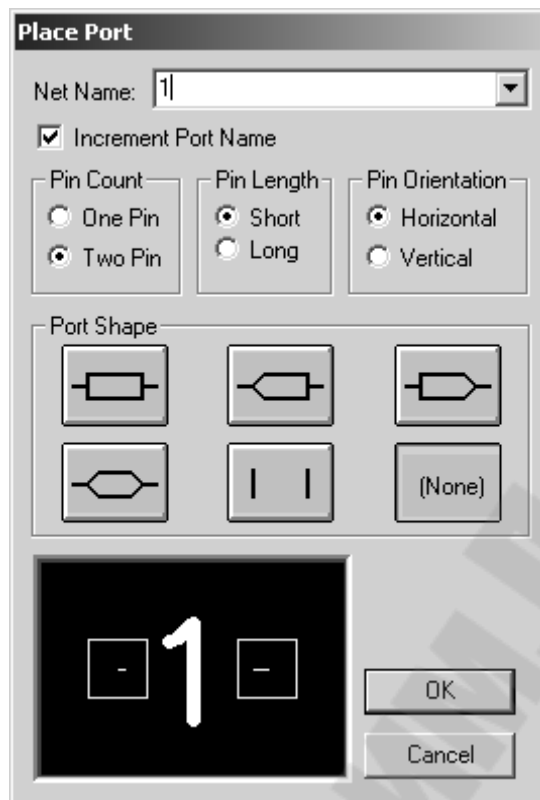

Рис.4.3. Параметры порта
- 7) Имена цепей входящих в жгут задаются командой Place Port (рис.4.3).